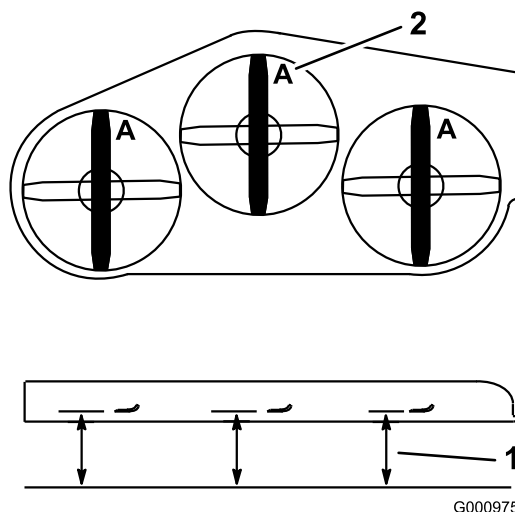

Figura 56
2. Meça a partir de uma superfície nivelada para a extremidade de corte, posição A, das lâminas (Figura 56).